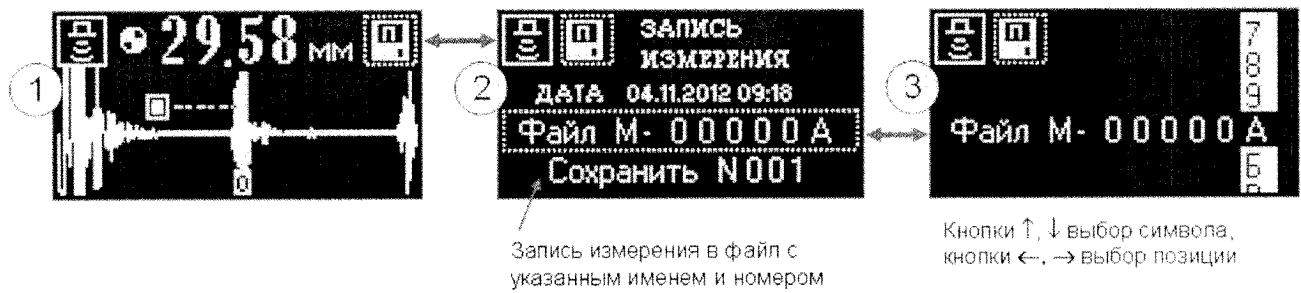

Рис.5.3.2.1. Запись измерений в файл.
Порядок записи результатов измерений в файл демонстрирует Рис.5.3.2.1. В меню (1) после выполнения измерения толщины изделия нажмите кнопку «Ввод». Прибор перейдет в режим сохранения измерения в файл (2). Чтобы сохранить данные в файл выберите элемент меню «Сохранить» и нажмите кнопку «Ввод». Результаты измерения будут записаны в файл с указанным именем и номером. После записи прибор автоматически переходит в меню